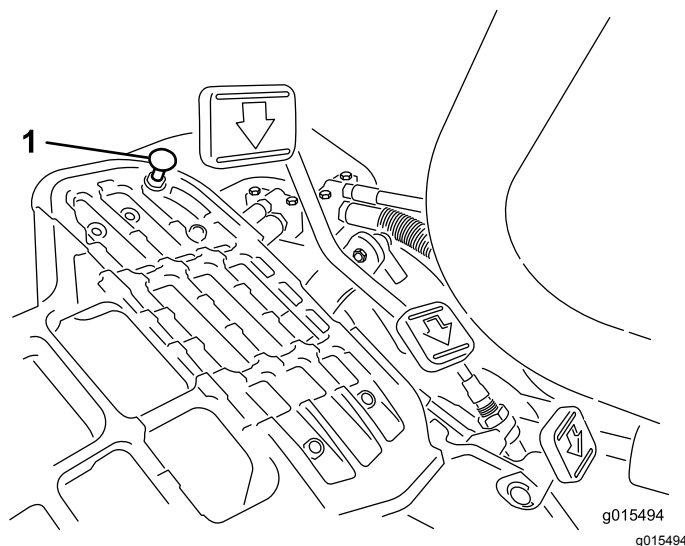

Bild 52
Treten Sie auf das Gaspedal. Wenn das Pedal den Anschlag erreicht (Bild 52), bevor das Kabel gespannt ist, müssen Sie die Einstellung ändern:
1. Lösen Sie die Bundsicherungsmuttern, mit denen der Pedalanschlag an der Bodenplatte befestigt ist (Bild 52).